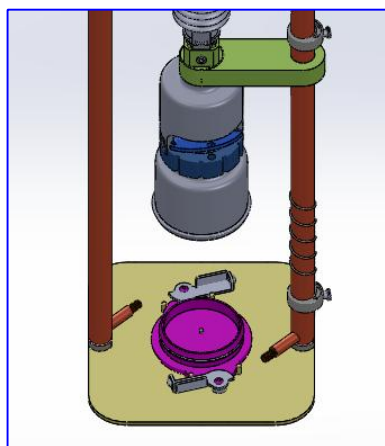

图 7
1) 智能操作控制中心开机后默认为油膜采集模式，按动定容采集按钮即可切换到定容采集模式，从油膜采集模式切换成定容采集模式前，先将定容瓶连接适配器拧到容器连接座上，再将定容瓶拧到适配器上，容器下盖通过下盖限位件固定到底座上（如图 7）。